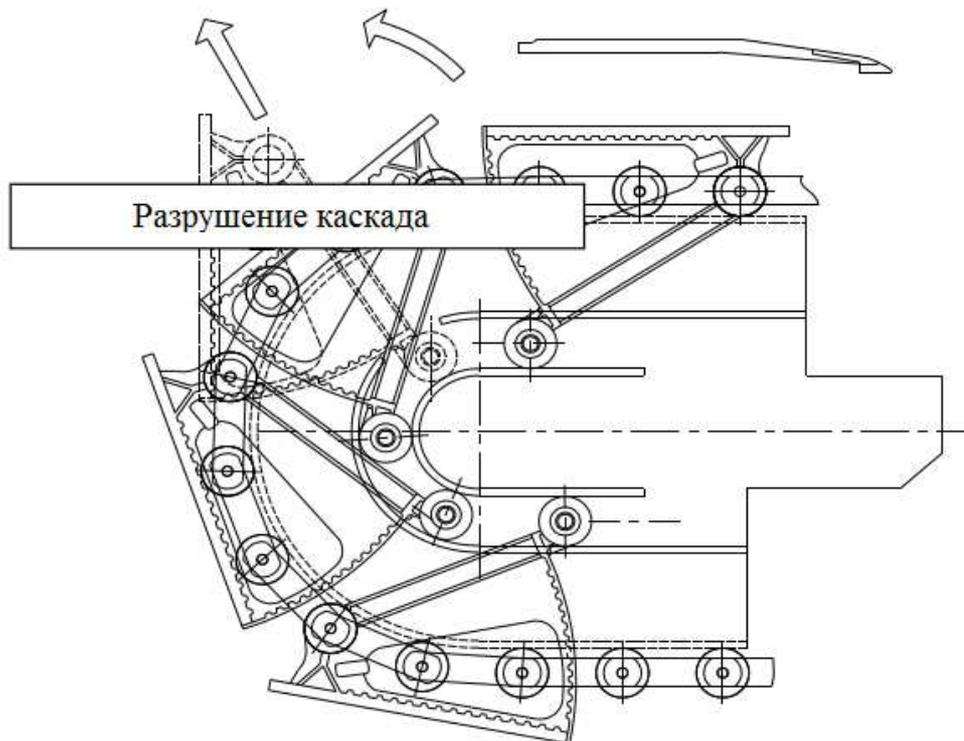

Рисунок 1.25 – Нарушение зацепления ступени
- 2) Переместить дефектный участок до поворотной части (см. Рис. 1.25);